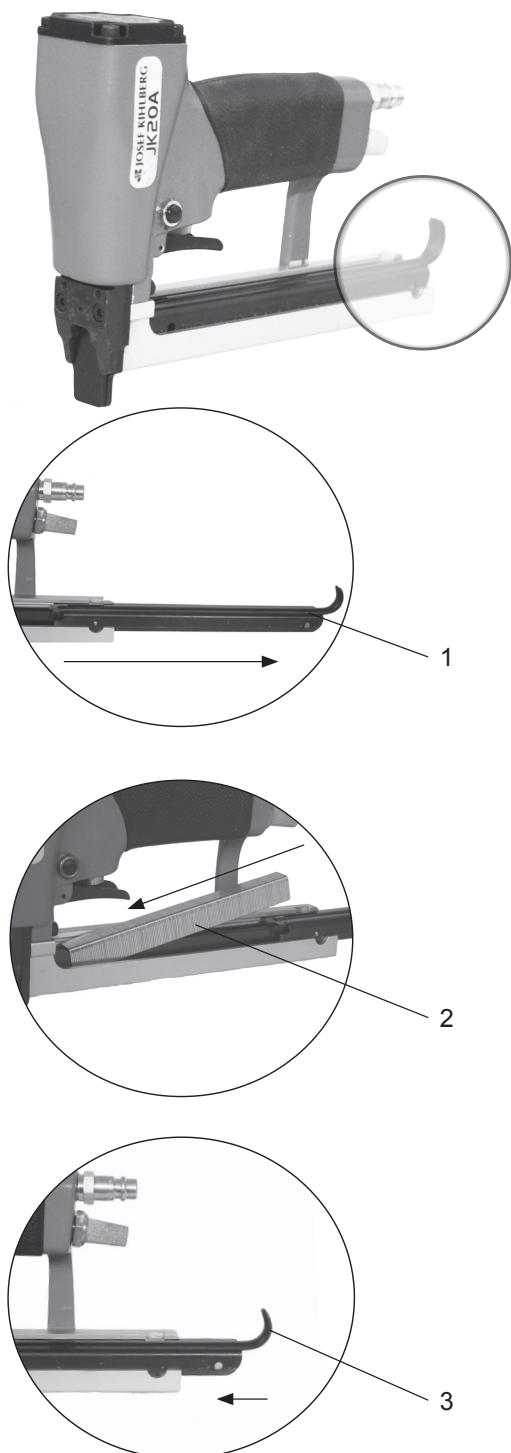

Fig. 4
1. Drag ut magasinetslocket till sitt bakre läge (Fig. 4/1).